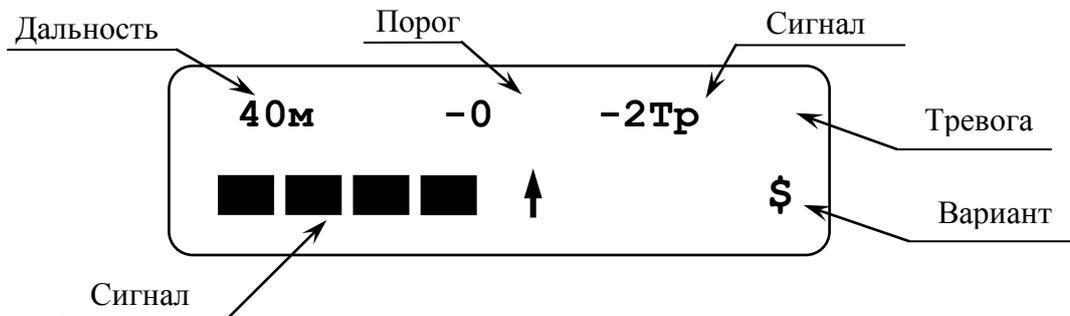

Рисунок 2
*Индикация напряжения питания* производится после перевода ПК в режим индикации одновременно с индикацией надписи «ОП-40». Если напряжение питания 10,2 В и выше, после индикации в течение пяти секунд значения напряжения питания в вольтах ПК переходит в режим отображения остальных параметров (см. рисунок 2). Если напряжение питания ниже 10,2 В (пониженное) ПК вместо представленных на рисунке 2 параметров индицирует значение напряжения питания в виде мигающих символов.
*Индикация помехи* (значок – «!!» на месте значка «Тр» см. рисунок 2) дублирует световую индикацию в КР извещателя.
*Индикация неисправности* (значок – «Ав» на месте значка «Тр» см. рисунок 2) дублирует извещение сформированное извещателем. При включенном зуммере ПК звучит звуковой сигнал.
- Режим установки порога («ПОРОГ») имеет тринадцать вариантов значений порога сопровождаемых сообщениями: «-6дБ», «-5дБ», «-4дБ», «-3дБ», «-2дБ», «-1дБ», «0дБ», «+1дБ», «+2дБ», «+3дБ», «+4дБ», «+5дБ», «+6дБ». В режиме корректировки порога изменение уровня порога производится с одновременным контролем уровня сигнала и тревог (см. рисунок 2).